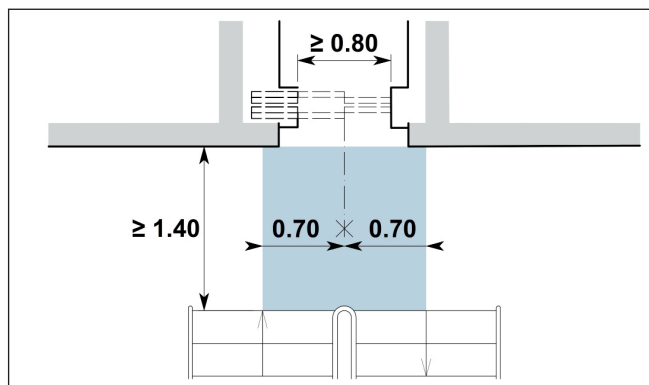

Bild 1: Bewegungsfläche und Absturzgefahr
- > Eine gefällsfreie Manövrierfläche vor der Schachttüre ist zum Ein- und Ausfahren erforderlich. Sie muss min. 1.40 m x 1.40 m gross, auf das Türlicht zentriert und uneingeschränkt nutzbar sein (Bild 1).
- > Im Wohnungsbau darf die Tiefe der Manövrierfläche vor der Schachttüre auf 1.20 m reduziert werden. Bei einem gegenüberliegenden Treppenabgang ist jedoch ein Sicherheitsabstand von min. 1.40 m zwingend einzuhalten (Bild 1).